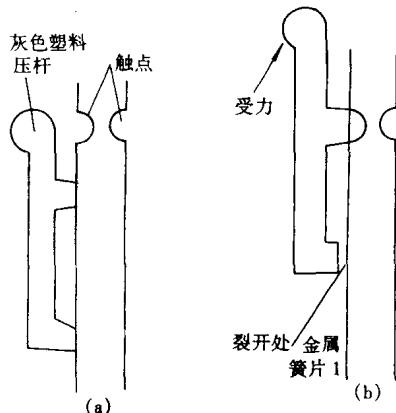

图 80
2. 检查带仓 B 放音系统的前端电路。经仔细检查这部分电路中的各元件,结果发现,走带机构的静噪接点 SA31 应该接触时不接触,呈图 80(b)所示的形状,两金属簧片未接触上。究其原因,主要是金属簧片 1[见图 80(b)所注]与塑料压杆相接处开裂所致。将开裂处用 502 胶水粘牢后,试机,带仓 B 录、放音恢复正常,故障排除。
小结:正常情况下,静噪接点 SA31 的外形如图 80(a)所示,2个金属簧片在未按下放音键时是张开的,按下放音键后,电机转动,并通过传动机构推动灰色塑料压杆向右动作(从机芯后面向前看),而此塑料压杆与左
侧金属簧片是粘接在一起的,通过此压杆的动作就可将两个簧片牢牢地压在一起(需要说明:压杆的启动比起电视的启动要延迟一个短暂的时间(ΔT),以使电机刚刚启动而转速尚不正常时不送出声音,即静噪,否则此刻通过磁带传动会送出不正常的叫声或音调)。在塑料杆和金属簧片粘接完好的情况下,两者可同时动作。由于塑料压杆与金属簧片间粘接处开裂,致使两簧片的下方张开[见图80(b)所示],加之,塑料本身也有一定的弯曲能力,致使在靠近上方粘接处会出现一定程度的弯曲,从而不能使两簧片压合到一起。以致造成了在放音电路中起放音静噪作用的电子开关(左声道为VT301右声道为VT302)始终处于对地导通状态,从而使放音信号送不出去;同时,由于这个接点(SA31)该接触时未接触,也使在电路中起录音静噪作用的电子开关(左声道为VT501,右声道为VT502)始终处于对地导通状态,因而出现不能“录音”现象。